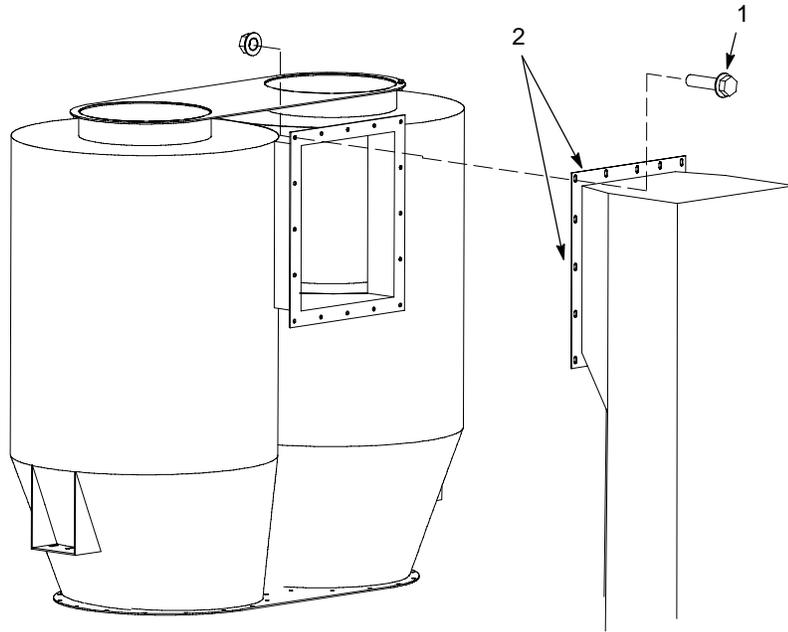

Figura 13 Conexión del ciclón al conducto de extracción
8. Ver la figura 13. Aplicar un cordón de sellante RTV en la brida de salida del conducto de extracción.